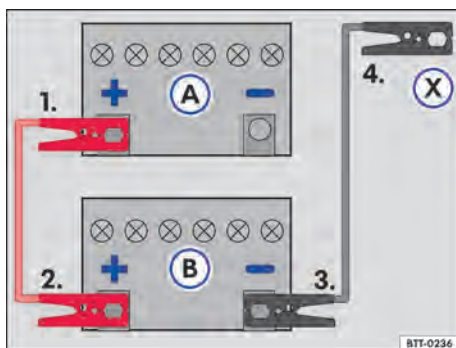

Fig. 183 Esquema para a conexão dos cabos auxiliares de partida: bateria do veículo descarregada (A) e bateria do veículo fornecedora de corrente (B).
Legenda para → Fig. 183:
Conectar o cabo auxiliar de partida somente na sequência **1 – 2 – 3 – 4** → Fig. 183.
→ Fig. 183 (A) → ⚠.
- Conectar a outra extremidade do cabo auxiliar de partida *vermelho* ao polo positivo (+) do veículo fornecedor de corrente (B).
- Conectar uma extremidade do cabo auxiliar de partida *preto* ao polo negativo da bateria do veículo fornecedor de corrente (B).
- Conectar a outra extremidade do cabo auxiliar de partida *preto* (X) no veículo com a bateria descarregada no ponto de auxílio à partida (ponto de aterramento) ou em uma peça de metal parafusada firmemente no bloco do motor – porém não nas proximidades da bateria (A) → ⚠.